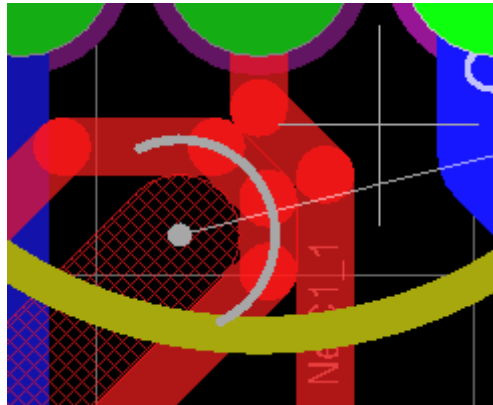

图 4.28 双层手动布线
- 完成 PCB 上的所有连线后，如图 4.28 所示，右键单击或者按下 **ESC** 键以退出防止放置模式。
如果您设计中的布线与图 4.28 所示的不完全一样，也是正确的，因为元器件摆放位置不完全相同，布线也会不完全相同。